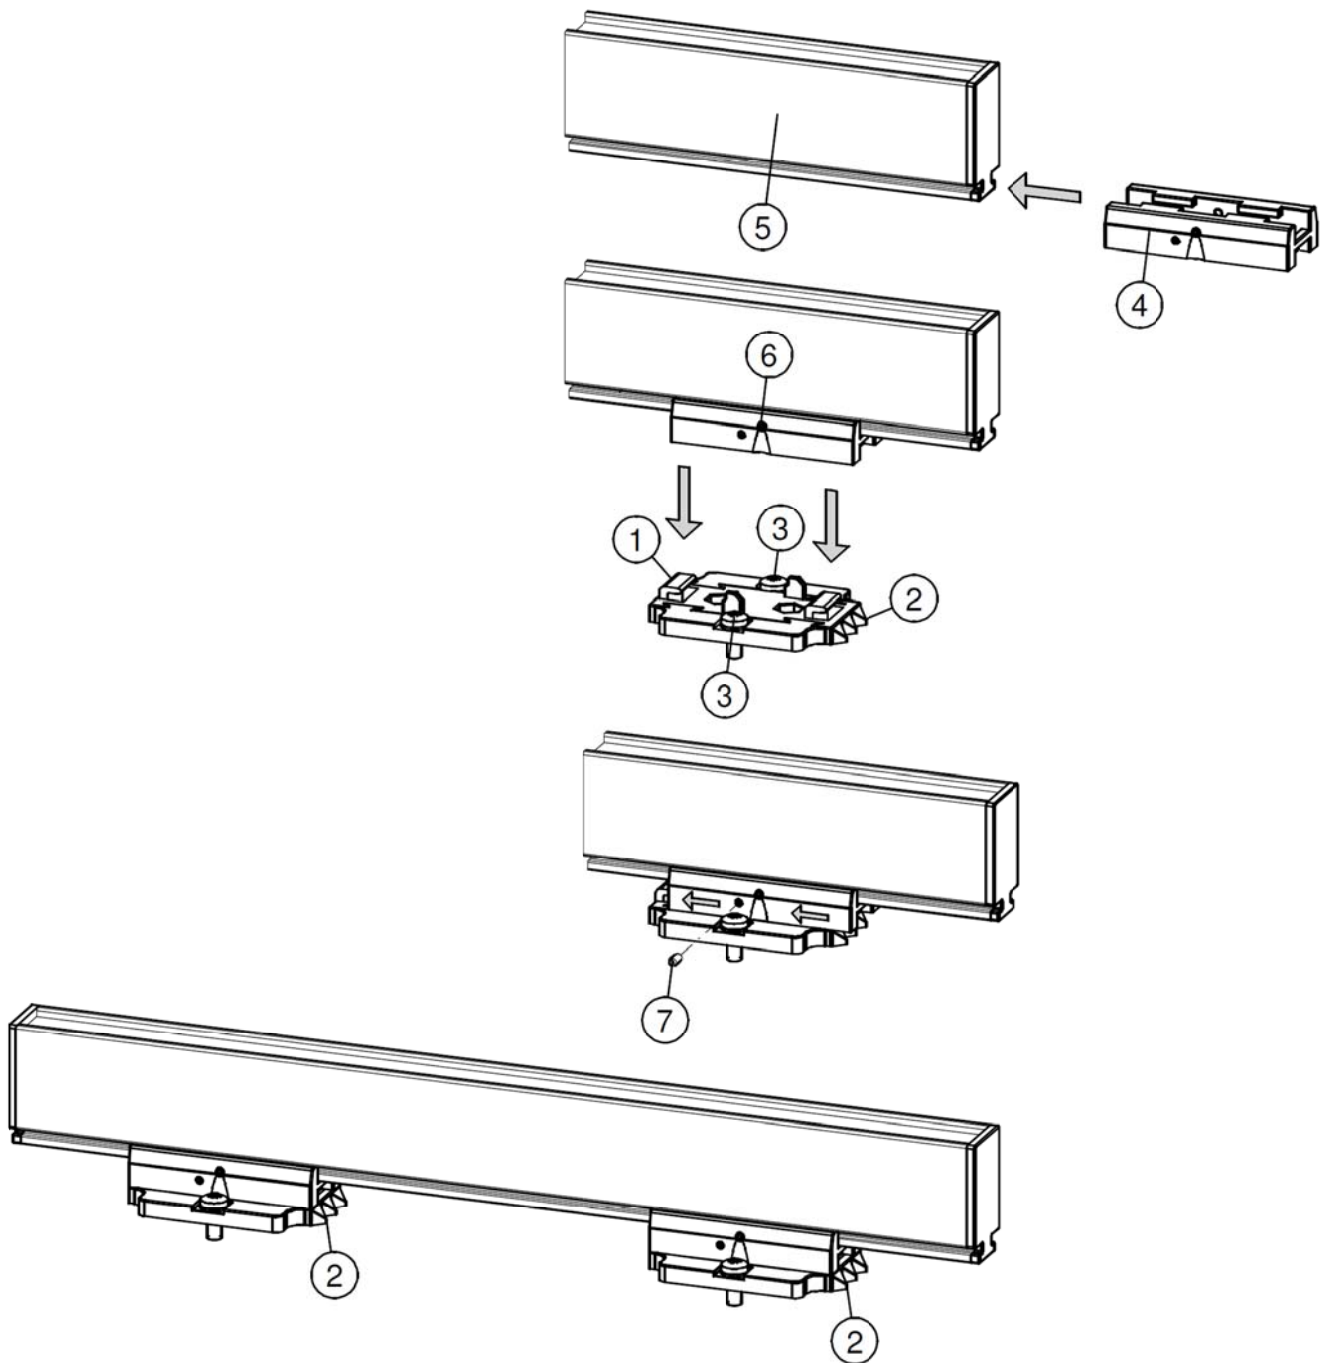

Abbildung 5: Montage des Ionensprühstabs mit Montagebügel
- Montieren Sie die Montagefüße (1) auf die Maschine, die Dreiecke (2) zeigen in dieselbe Richtung. Verwenden Sie hierfür passendes M5-Montagematerial (3).
- Schieben Sie die Bügel (4) auf den Ionensprühstab (5). Achten Sie auf einen gleichen Abstand zwischen Bügel (4) und Montagefuß (1) und arretieren Sie den Bügel (2) mit einer Stellschraube (6).
- Arretieren Sie den Ionensprühstab in den Montagefüßen, indem Sie die zwei Stellschrauben (7) in die Bügel drehen. Bei mehr als zwei Bügel müssen lediglich die zwei äußersten Bügel arretiert werden.
- Schrauben Sie die Stellschrauben (Nr. 6) aus den Halterungen (siehe Abbildung 5).